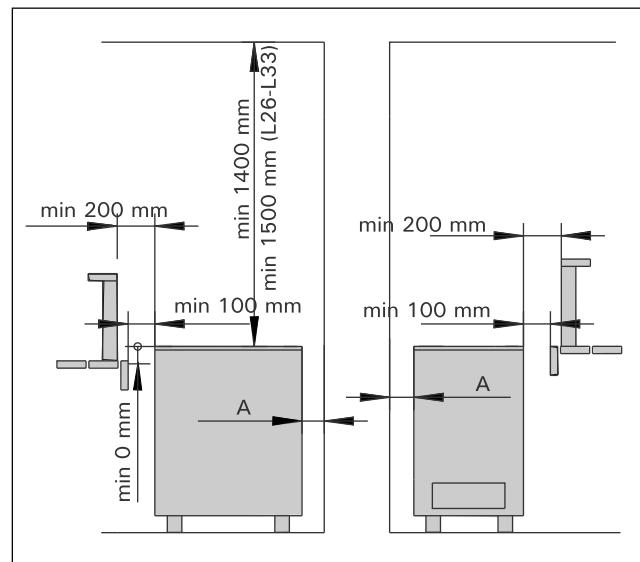

рис. 3 Расстояния безопасности
- При расположении каменки выполняются условия минимальных расстояний, изображенных на рис. 3 и указанных в таблице 1.
Перед установкой необходимо принять во внимание минимальные расстояния до легковозгораемых материалов. См. табл. 1 и рис. 3.
При установке защитного ограждения вокруг каменки следует соблюдать расстояния, указанные на рис. 3.